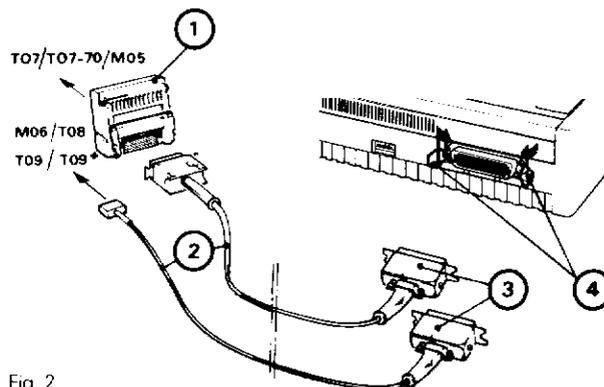

Fig. 2
1 - Raccordement (fig. 2)
- avec les unités centrales **MO5, TO7, TO7-70**, il est nécessaire d'intercaler le contrôleur de communication (1) comme indiqué sur la figure 2.
- Fixer le connecteur (3) sur l'imprimante à l'aide des verrous (4).